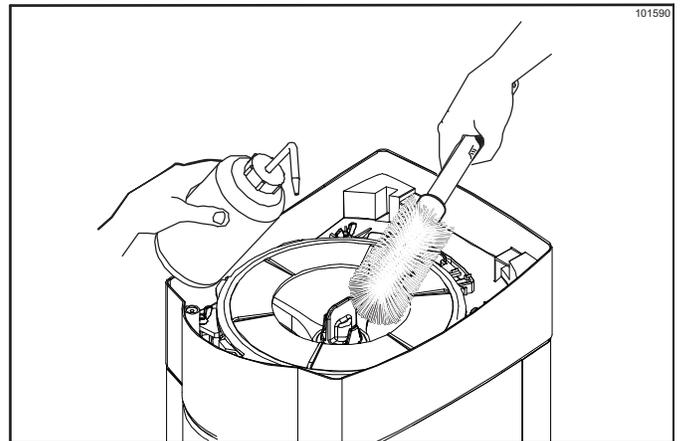

Figura 6-13
18. Llene la botella flexible de solución de limpieza y desinfección y enjuague el conjunto de la granizadora mientras lo limpia con el cepillo blanco grande del depósito de hielo. (Véase la figura 6-13).